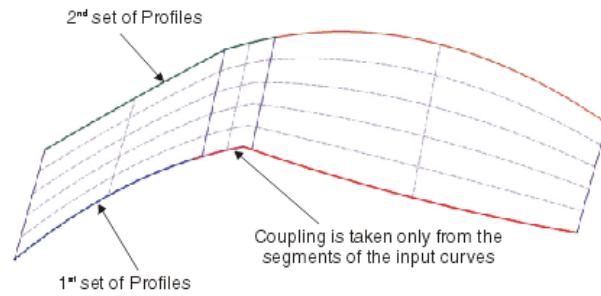

Figura 2.111 Ejemplo con Segments.
- **Segments:** el acoplamiento se define por el número de segmentos contenidos dentro del conjunto de perfiles y guías que permiten al usuario volver a parametrizar según las continuidades internas (Figura 2.111).